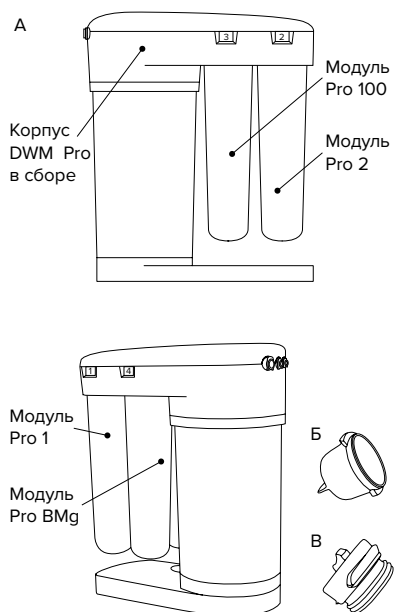

Рис. 1
1. Корпус DWM Pro (рис. 1) состоит из верхней плиты с коллекторами для подсоединения сменных фильтрующих модулей, блока гидроавтоматики, основания, обеспечивающего устойчивость DWM Pro. Верхняя плита закрыта декоративной крышкой, закрепленной пластиковыми фиксаторами. Важной деталью корпуса DWM Pro является накопительный бак для чистой воды. Так как производительность обратноосмотической мембраны невелика (зависит от типа мембраны, температуры воды, давления в водопроводе), вода после мембраны поступает в накопительный бак для того чтобы Вы могли пользоваться чистой водой в любой момент и в необходимых количествах.
- Извлеките заглушку для фильтрующего модуля (см. рис.1Б на с. 5) и заглушку для мембранного модуля (см. рис.1В на с. 5), которые находятся под крышкой водоочистителя.